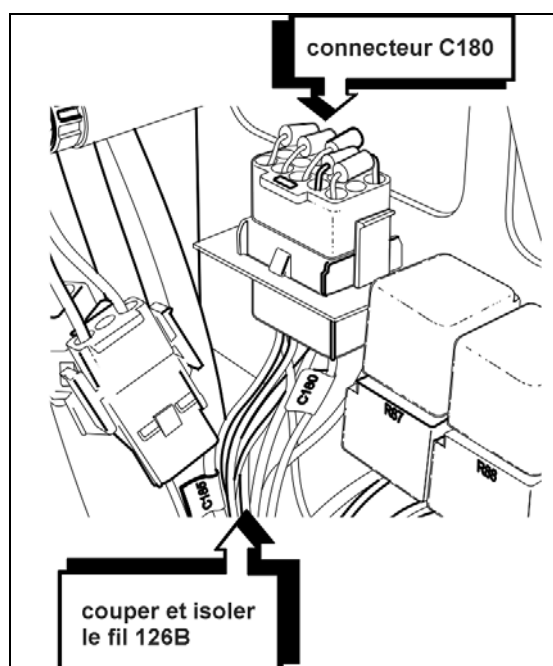

FIGURE 3 : IDENTIFICATION DU CONNECTEUR C180
2. Localiser le connecteur C180 identifié par une étiquette (figure 3).
3. Couper et isoler le fil identifié 126B de la diode D82. Celui-ci est connecté au port #10 du connecteur C180 (figure 3).